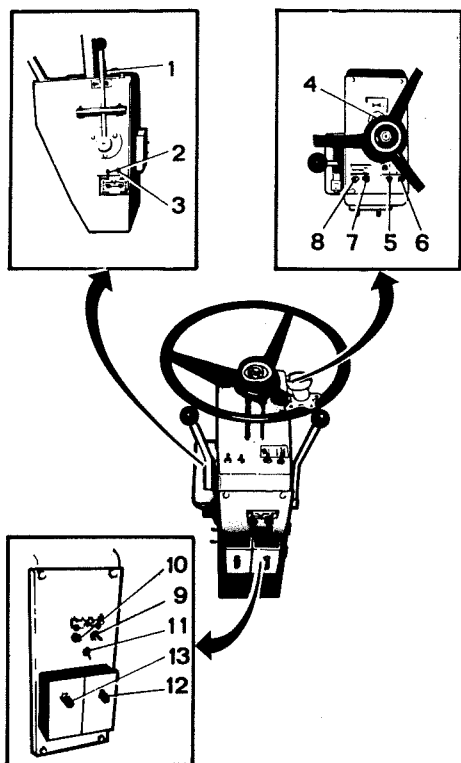

Fig. 16 Tableau de conducteur
L'amplitude sur les cylindres peut être réglée séparément avec les interrupteurs (2), (3) de manière fig. 16. Différentes amplitudes, c'est-à-dire élevée à l'avant et basse à l'arrière ou vice-versa, peuvent être adoptées.
L'embrayage et le débrayage des vibrations s'effectue séparément pour les cylindres avant et arrière à l'aide des interrupteurs (7), (8), fig. 16.